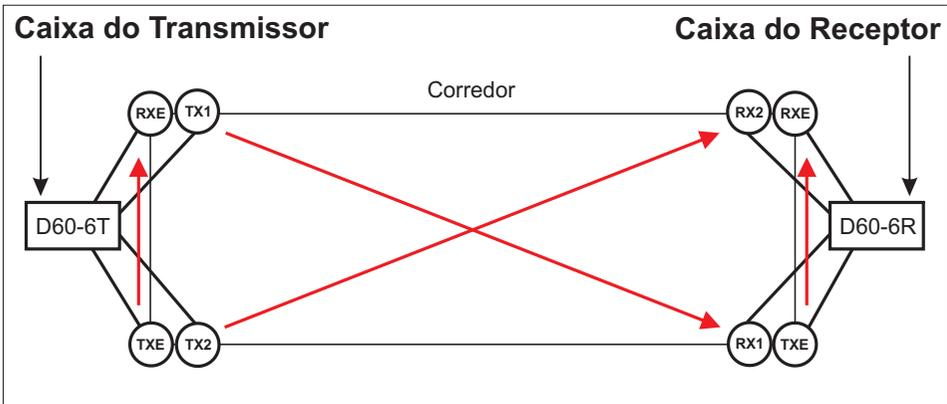
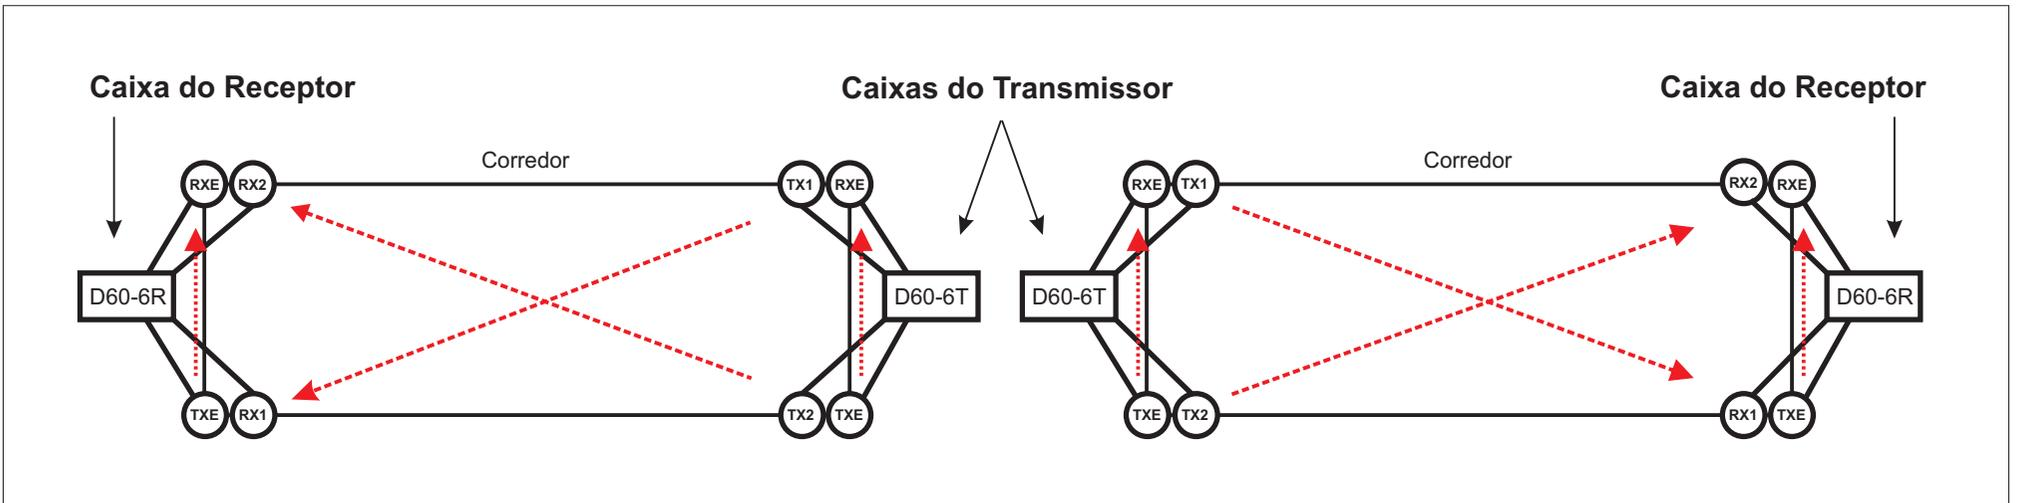

Figura 1
Figura 2
- Certifique-se de que os sensores estão instalados conforme mostrado na figura 1, exemplo de instalação de um **D60-6**, ou conforme mostrado na figura 2, exemplo de instalação de duas ou mais unidades;